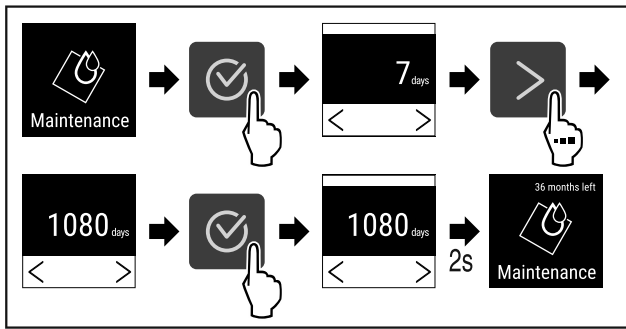

Fig. 69
- ▶ Kryeni hapat e veprimit (shihni Fig. 69).